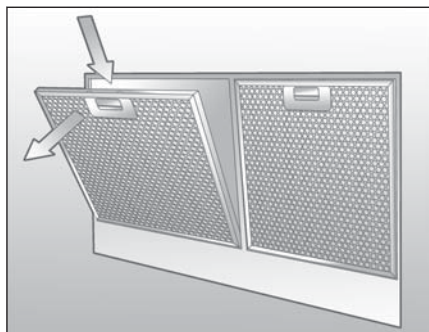

Fig. 1
- Os filtros metálicos têm como função reter as partículas de gordura em suspensão e devem ser retirados e lavados pelo menos uma vez por semana. Para retirar o filtro metálico, pressione a trava e libere a tampa (**fig. 1**).